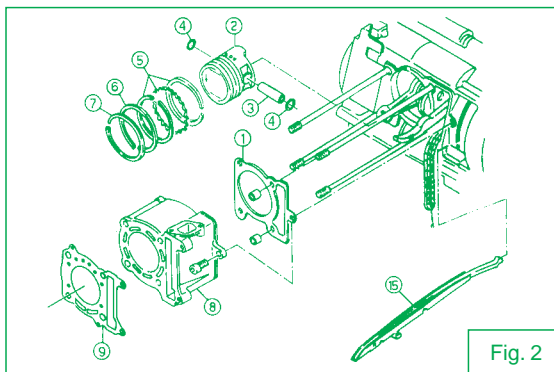
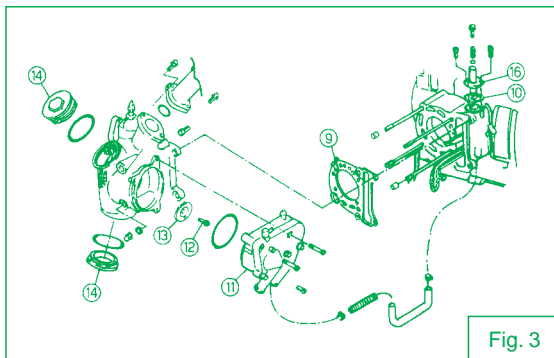

Fig. 2
Fig. 3
- 7) Montare il guidacatena (Fig. 2 - n. 15), la guarnizione di testa (Fig. 3 - n. 9), ed i grani.
- 9) Posizionare la ruota dentata (Fig. 3 - n. 13) sulla catena, poi inserirla nell'apposita sede sull'albero a camme.
- 10) Montare il tendicatena (Fig. 3 - n. 16) utilizzando la guarnizione nuova in dotazione.
- 11) Se ritenete di essere sicuri di quanto appena fatto potete stringere la vite (Fig. 3 - n. 12) usando una coppia di serraggio da 25 a 35 Nm.
- 12) A questo punto è possibile montare la pompa dell'acqua (Fig. 3 - n. 11), avendo cura di inserire il dente di traino nell'asola presente sulla vite che stringe la ruota dentata (Fig. 3 - n. 12), ed il carburatore. Verificare il gioco delle valvole con uno spessimetro ed avvitare i tappi (Fig. 3 - n. 14). Rimontare il motore sul telaio.
- 4) Remove the water pump (Fig. 3 - n. 11).
- 7) Remove the caps (Fig. 3 - n. 14) and make sure there is some clearance between the rocker arm and the valves to confirmation that the piston is at the upper dead point.
- 8) Remove the chain stretcher (Fig. 3 - n. 16).
- 9) Remove the screw (Fig. 3 - n. 12) and extract the toothed wheel (Fig. 3 - n. 13).
- 11) Extract the chain shifter (Fig. 2 - n. 15).
- 7) Fit respectively the chain shifter (Fig. 2 - n. 15), the head gasket (Fig. 3 - n. 9) and the dowels.
- 9) position the toothed wheel (Fig. 3 - n. 13) onto the chain then fit it into its cam shaft seat.
- 10) Fit the chain stretcher (Fig. 3 - n. 16) by using the new gasket provided.
- 11) If you are sure you have properly followed these notes, tighten the screw (Fig. 3 - n. 12) by using a force between 25-35 Nm.
- 12) Now it is possible to fit the water pump (Fig. 3 - n. 11). Be careful to insert the tooth into the slot of the screw which secures the toothed wheel (Fig. 3 - n. 12) and the carburetor. Use the thickness gauge to check the clearance of the valve, then tighten the caps (Fig. 3 n.14). Assemble the engine onto the frame.
- 4) Démontez la pompe à eau (Fig. 3 - n. 11).
- 7) Démontez les bouchons (Fig. 3 - n. 14) et s'assurer qu'il y ait du jeu entre le balancier et le clapet à confirmation que le piston se trouve au point mort supérieur.
- 8) Démontez le tendeur de chaîne (Fig. 3 - n. 16).
- 9) Démontez la vis (Fig. 3 - n. 12) et otez la roue dentée (Fig. 3 - n. 13).
- 11) Otez le guide de chaîne (Fig. 2 - n. 15).